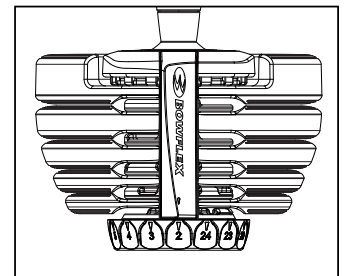

Abbildung 1
1. Stellen Sie beide Einstellräder auf den niedrigsten Wert. Die Hantelstange liegt dabei in der Halterung (Abbildung 1). Sie haben das Gewicht richtig ausgewählt und eingestellt, wenn die Einstellräder spürbar in der Position einrasten. Zudem hören Sie ein Klicken beim Durchlaufen der einzelnen Zahlen.